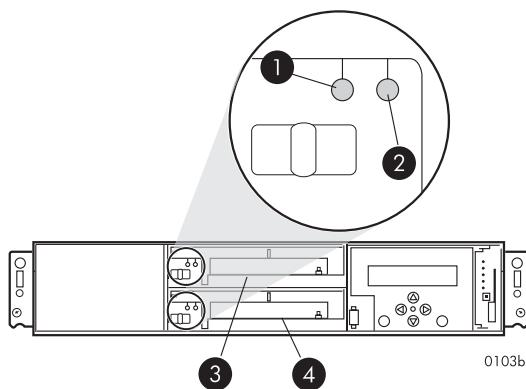

Figure 1 Statusanzeigen des Lüfters
- berprüfen Sie die Statusanzeigen des Lüfters. Siehe **Figure 1**. Die Fehleranzeige (2) sollte leuchten. Um die Statusanzeigen sehen zu können, müssen Sie unter Umständen die Frontblende entfernen, wie unter **Section 4** beschrieben.
- berprüfen Sie die Statusanzeigen des Lüfters. Siehe **Figure 1**.
- Die Statusanzeige (1) sollte leuchten.
- Die Fehleranzeige (2) sollte nicht leuchten.